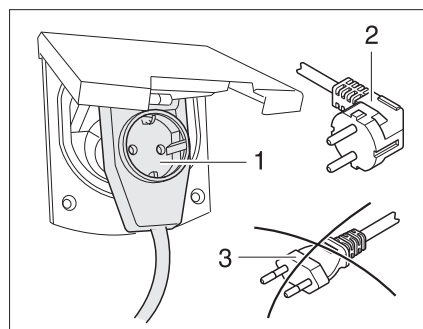

Bild 94 Anslutning till en vinkelkontakt med uttag
- ▶ Om en CEE 17 vinkelkoppling med uttag på baksidan (Bild 94,1) används, ska endast en gummrad och förseglad IP 44-kontakt med jordad kontakt (Bild 94,2) användas. Använd inte någon kontakt utan jordad kontakt (Bild 94,3). Risk för strömstötar!